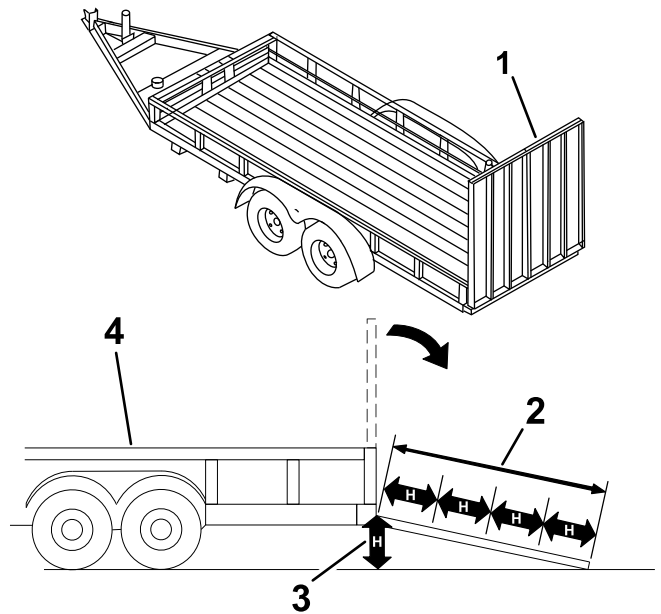

Figura 25
El cargar la máquina en un remolque o un camión aumenta la posibilidad de un vuelco y podría causar lesiones graves o la muerte (Figura 25).
3. Baje la rampa (Figura 25).